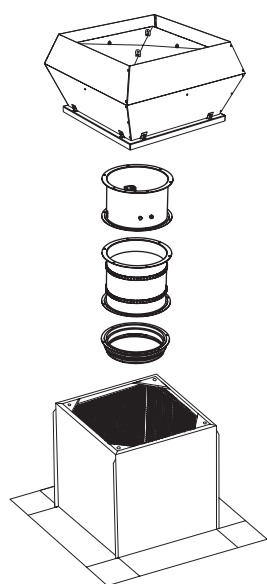

Abbildung 5.5.23 Montage und Installation von Zubehör
- Die Anlage wird am Sockel montiert und für diesen Zweck wird ein bestimmtes Zubehör verwendet: Verschlussklappen, flexible Anschlüsse, Anschlußplatte. Sie sind so zu montieren, wie es auf dem (Abbildung 5.5.23) geschildert ist.